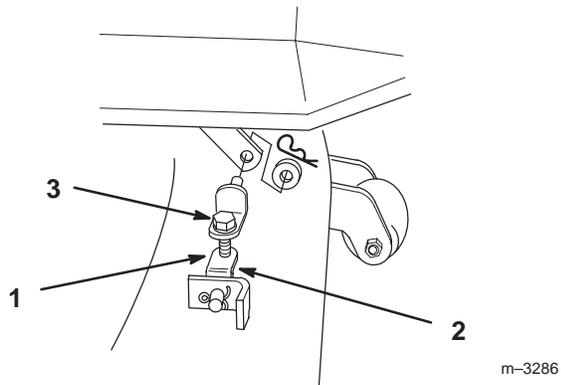

Figure 16
- Pour régler l'inclinaison avant/arrière des lames, desserrer les contre-écrous des liaisons avant réglables (Fig. 16).
- Visser ou dévisser les boulons des liaisons avant réglables pour modifier l'inclinaison longitudinale des lames (Fig. 16).